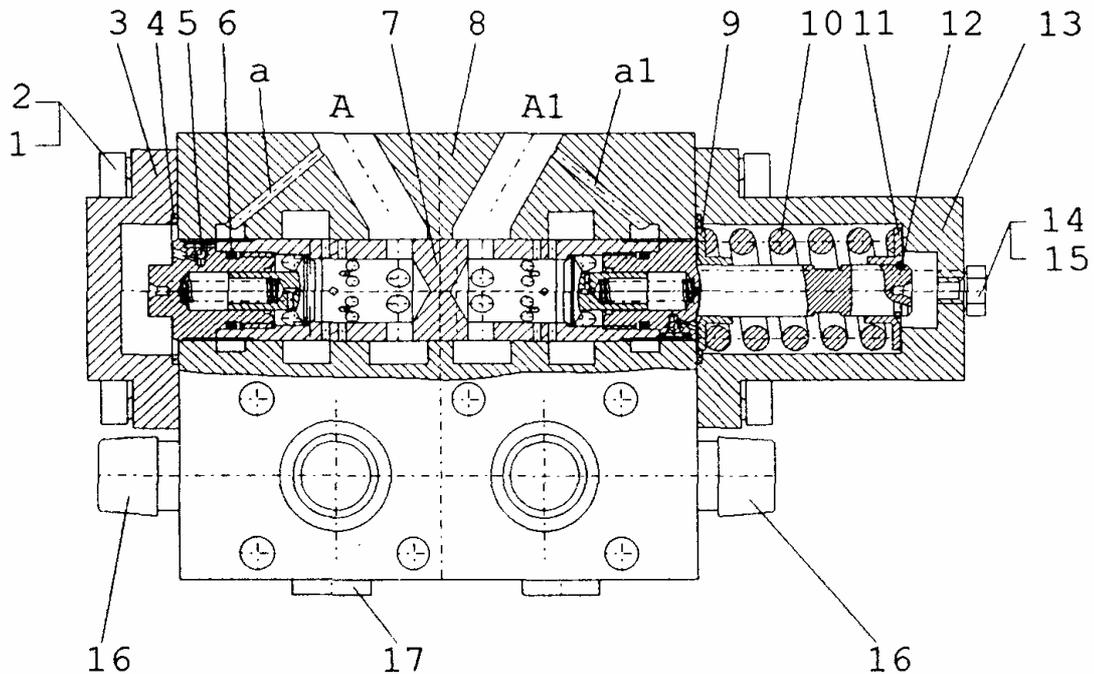

Рис. 45 Гидроклапан противообгонный
6. ГИДРОКЛАПАН ПРОТИВООБГОННЫЙ (рис. 45)